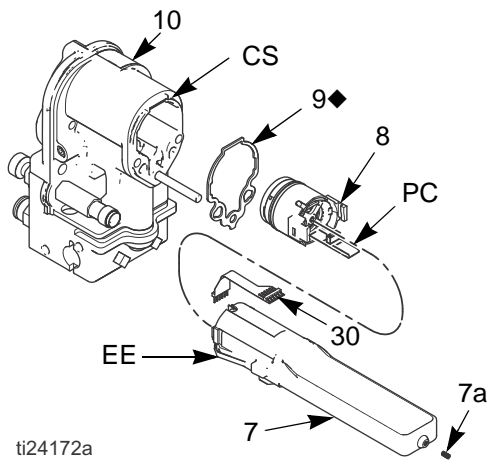

FIG. 27. Güç Kaynağı
**NOT:** 2000 saatlik çalışmadan sonra türbin yataklarını değiştirin. Parça No. 24N706 Yatak Setini sipariş edin. Sette bulunan parçalar (◆) sembolüyle işaretlenmiştir. Bkz. FIGURE 27 ila FIGURE 29.
3. 3 kablolu konektörün (PC) iki dış terminali arasındaki direnci ölçün; bu değer 2,0-6,0 ohm olmalıdır. Direnç bu aralığın dışındaysa, türbin bobinini (8a) değiştirin.
5. Gerekirse, fanı (8e) döndürün böylece fan kanatları mahfazanın (8d) dört yatak tırnağını (T) temizler.